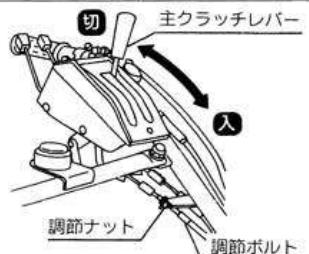

図40
- ④ ワイヤの調節は、ワイヤの調節ナットをゆるめて調節boltを回してアウターの長さを替えて調節をおこなってください。(図40)